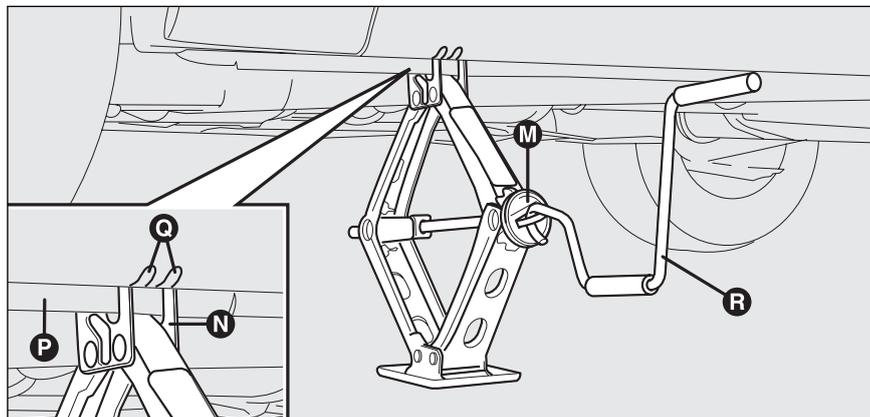

fig. 7
- azionare il dispositivo **M**-fig. 7 in modo da distendere il cric, sin quando la scanalatura **N** sulla parte superiore del cric si inserisce correttamente sul profilo inferiore **P** ricavato sulla scocca in corrispondenza dell'indicazione **Q** (a circa 72 cm dal centro ruota anteriore oppure 75 cm dal centro ruota posteriore);
- inserire la manovella **R**-fig. 7 per permettere l'azionamento del cric e sollevare la vettura, sino a quando la ruota si alza da terra di alcuni centimetri;
- azionare la manovella **R**-fig.7 del cric in modo da abbassare la vettura ed estrarre il cric;